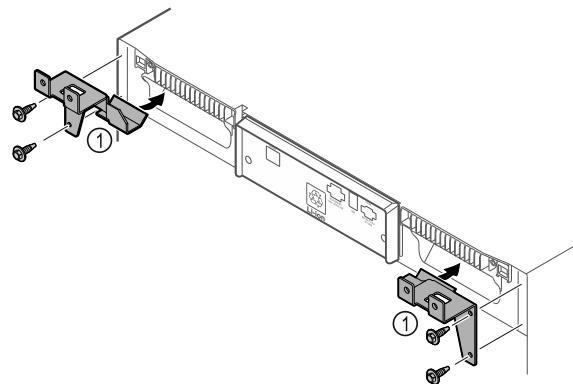

Fig. 11
- Τοποθετήστε τα στηρίγματα Fig. 11 (1) με τις αυτοδιάτρητες βίδες στη συσκευή.